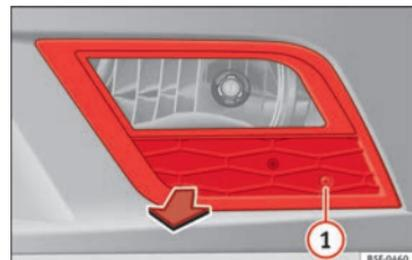

Abb. 95 Nebelscheinwerfer
- Entfernen Sie die Schraube » **Abb. 95** ① mit einem Schraubendreher aus dem Gitter des Nebelscheinwerfers.